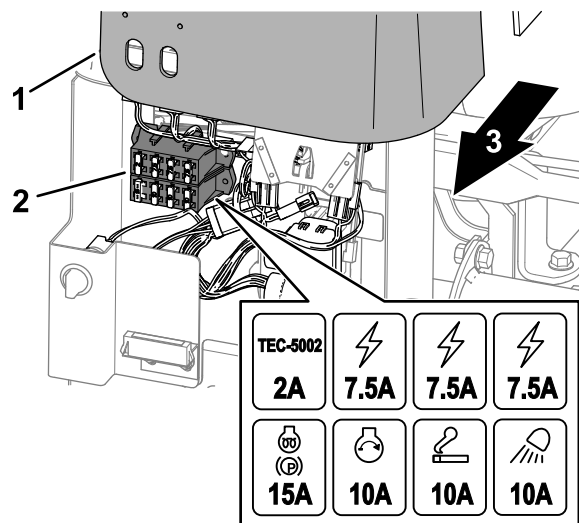

Figure 68
1. Soulevez le couvercle du bras de commande (Figure 68).
2. Localisez le fusible ouvert dans le porte-fusibles ou la boîte à fusibles (Figure 68).
4. Posez le couvercle sur le bras de commande (Figure 68).